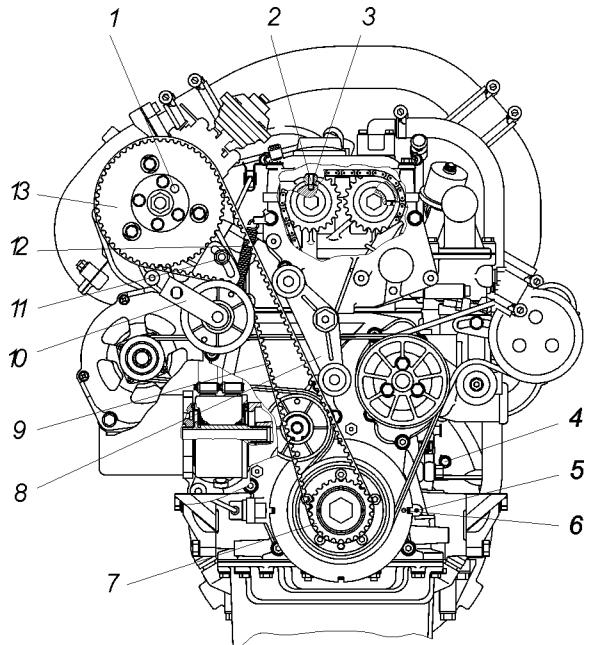

Рис. 9. Расположение меток и отверстий под штифты для замены ремня привода ТНВД:
- поворните коленчатый вал до совпадения метки 6 (рис. 9) на роторе датчика положения коленчатого вала с указателем 5 ВМТ на крышке цепи;